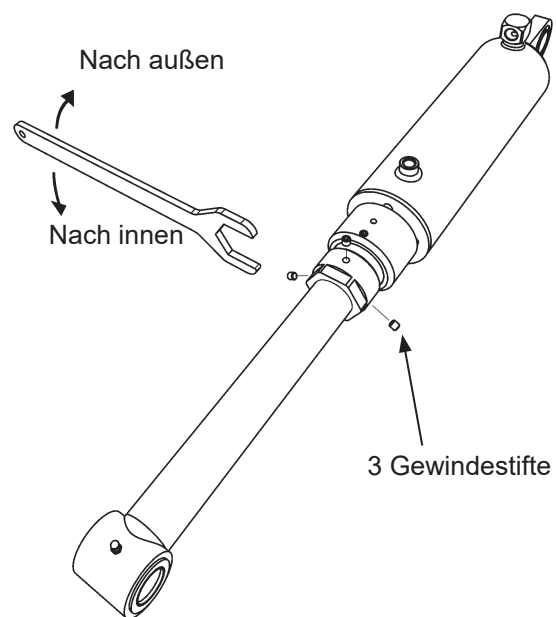

Abbildung 54. Einstellung des Neigungswinkels
- Die drei Gewindestifte am Zylinder der Ladebordwand lösen, Abbildung 54.